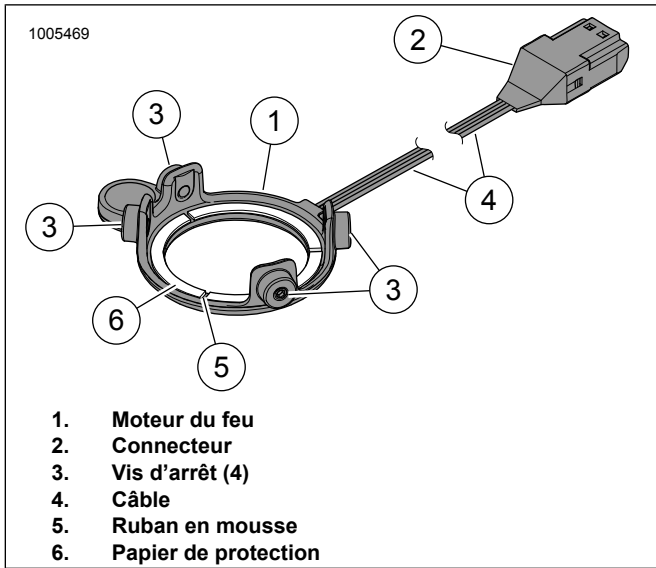

Figure 1. Feu DÉL, haut-parleur Stage I rond
3. Voir la figure 1. Retirer le papier de protection (6) du ruban de mousse (5) à l'arrière du moteur du feu (1).